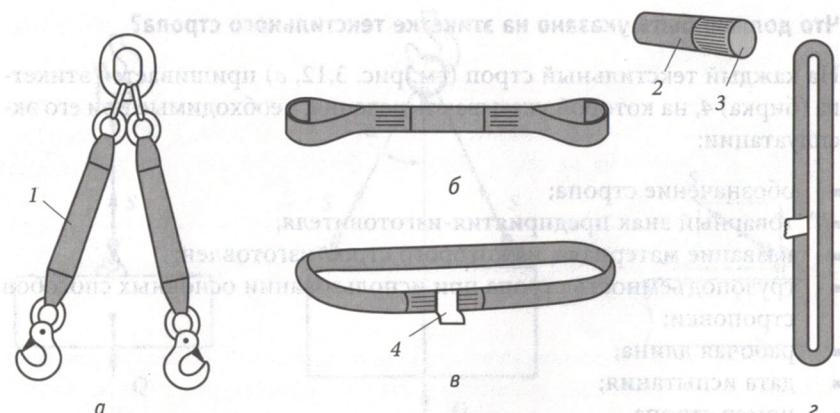

Рис. 3.12. Текстильные стропы:
1. Ветвевые (рис. 3.12, а):
2. Универсальные (рис. 3.12, б—г):
На каждый текстильный строп (см. рис. 3.12, в) пришивается этикетка (бирка) 4, на которой указывают сведения, необходимые при его эксплуатации: